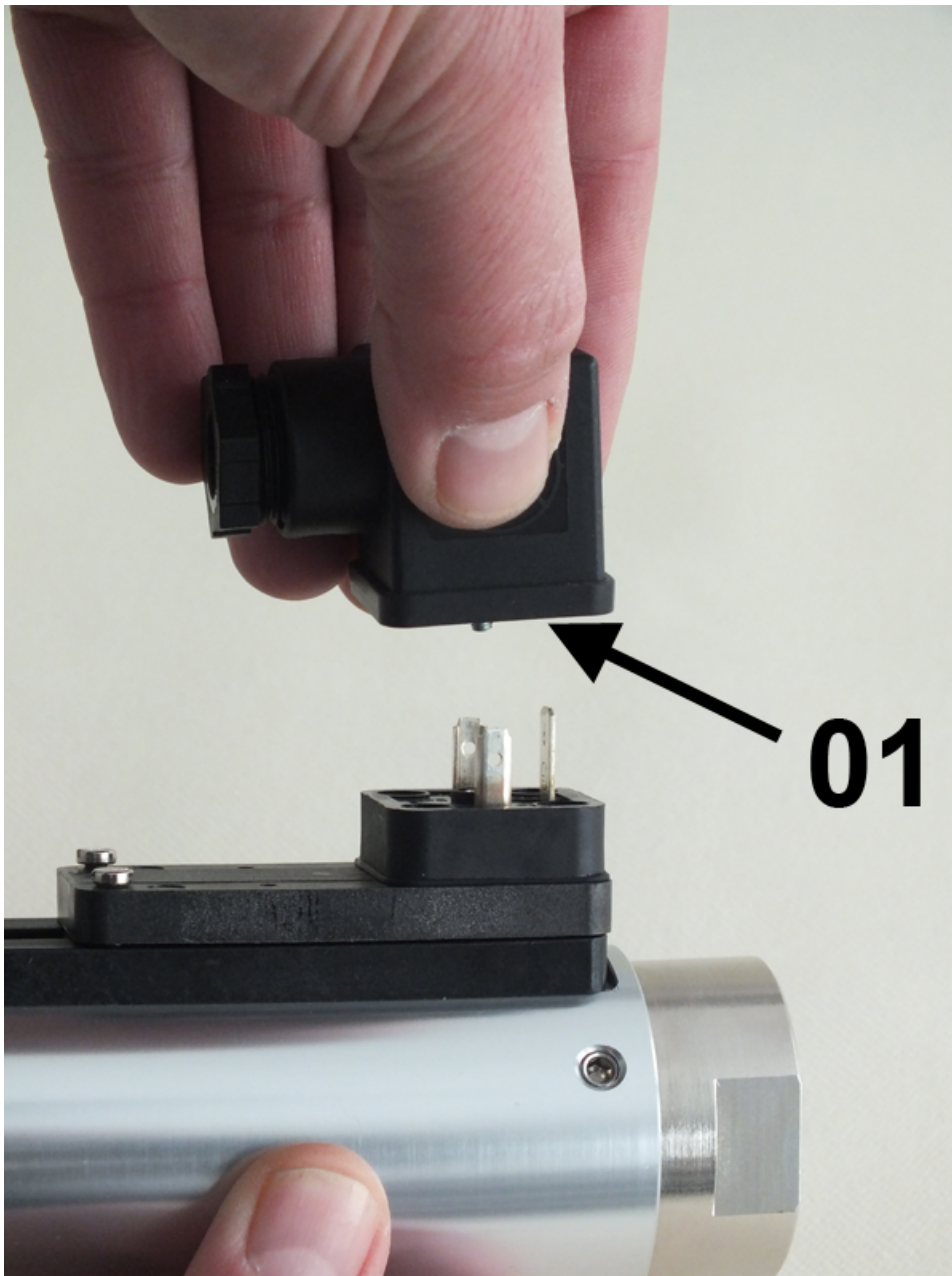

Abb. 28: Steckerdose abziehen
2.  Ziehen Sie die Steckerdose (*Abb. 28/01*) ab